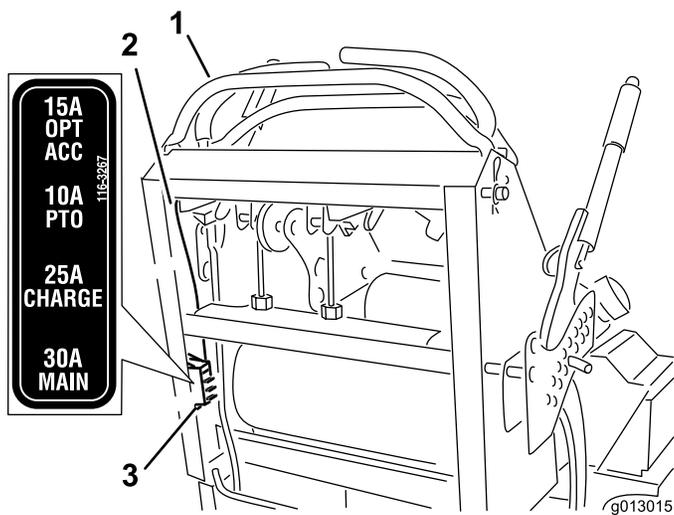

Bild 54
- Ziehen Sie an der Sicherung und entfernen oder tauschen Sie aus (Bild 54).